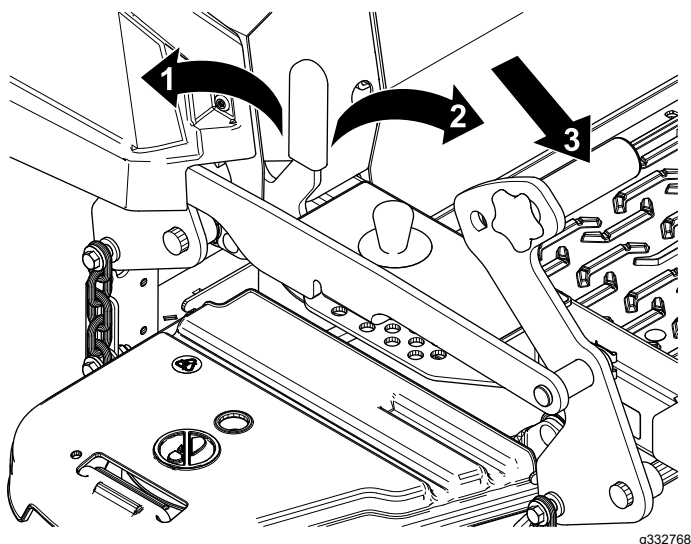

Figura 29
1. Presione el pedal de elevación de la carcasa hacia adelante del todo para bloquear la carcasa de corte en la posición de TRANSPORTE (Figura 29).
2. Presione el pedal de elevación de la carcasa hacia adelante y empuje el bloqueo de transporte hacia adelante a la posición de DESBLOQUEADO, luego baje lentamente la carcasa de corte (Figura 29).